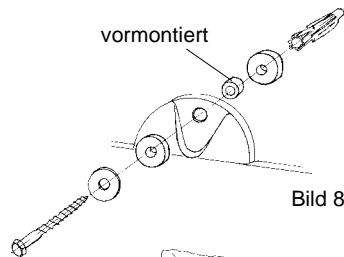

Bild 8
9. Regenmanager mit beiden oberen "Vibrastop" an der Wand befestigen, siehe Bild 8...9.